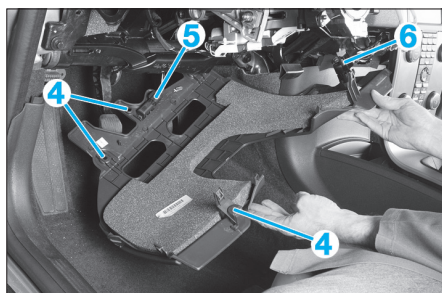

FIG. 8
- le clip (3).
- Déposer les 3 vis de fixation (4) de la garniture inférieure (Fig.8).